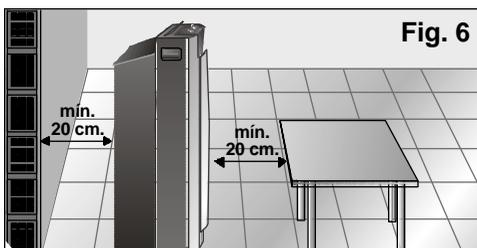

Fig. 6
- Por segurança, antes de ligar o seu equipamento é necessário que este esteja separado pelo menos 20 cm de qualquer superfície próxima, **Fig. 6**.